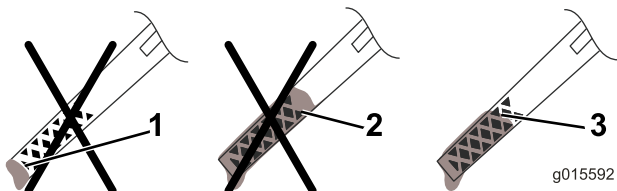

Рисунок 10
5. Для того, чтобы правильно определить уровень масла на масломерном щупе, см. Рисунок 10.
**Примечание:** Заливайте масло в картер двигателя до тех пор, пока масломерный щуп не покажет, что достигнут нужный уровень масла в двигателе, как показано на Рисунок 10. В случае перелива слейте некоторое количество масла из двигателя, как описано в Замена масла в двигателе (страница 13).